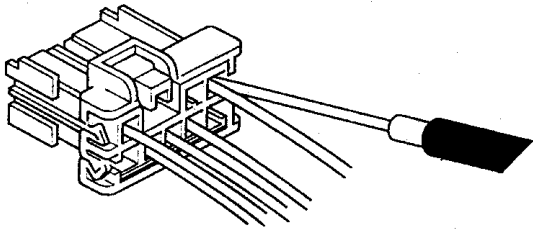

图 1-31 测试插接器(从导线侧插入探针)
4) 如果可能, 如图 1-31 所示, 将测试仪的探针从导线侧插入(防水插接器除外)。